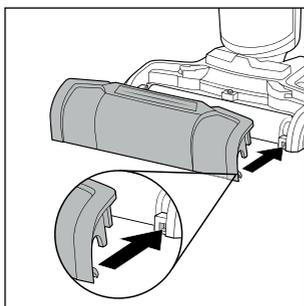

Fig. 41
- ◆ Reinserire il paraspruzzi **7** allineandolo innanzitutto rispetto ai supporti del piede **3** (vedere fig. 41).